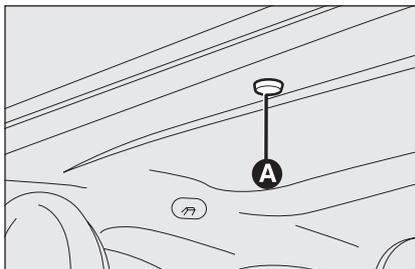

fig. 45
- enlever le bouchon de protection **A** fig. 45 logé sur le revêtement intérieur, à l'arrière du store pare-soleil;